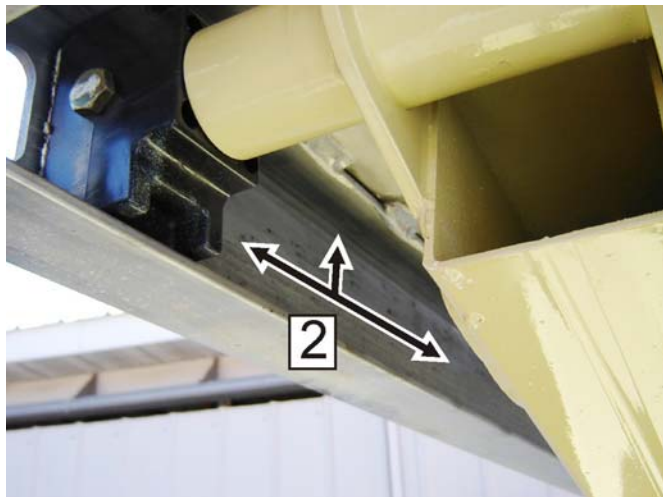

Figura 6-3. Canalul plăcuțelor glisante superioare
4. Aplicați un strat de lubrifianț pe partea interioară și superioară a canalului de glisare superior (2) pe ambele părți ale echipamentului. Consultați Figura 6-3., Canalul plăcuțelor glisante superioare.